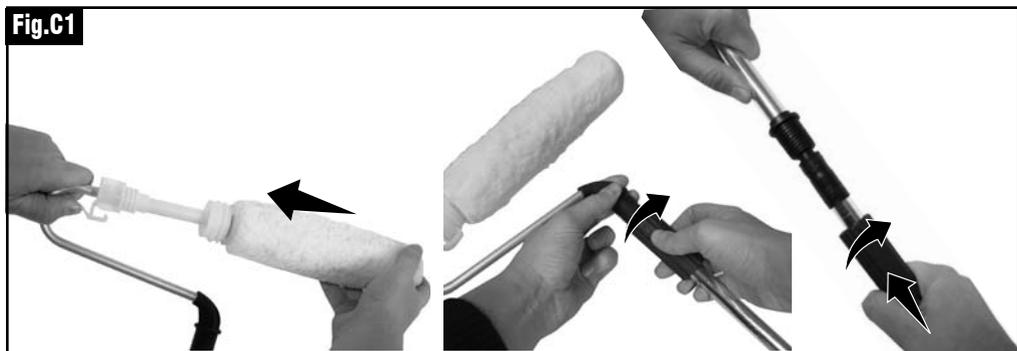

Fig.C2
- 2) Montare l'unità di pompaggio, connettere il tubo di aspirazione(13 FIG.A) e il tubo di mandata(12 FIG.A) ai rispettivi raccordi (Fig. C2). Fissare, energicamente i manicotti di serraggio.